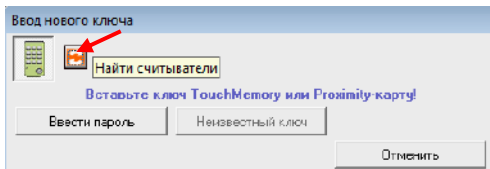

Рис.3 Окно «Ввод нового ключа»
3. Правой кнопкой мыши кликните по блоку «Ключи», выберите в контекстном меню «Добавить». Откроется окно «Ввод нового ключа» (рис.3). Если значок считывателя